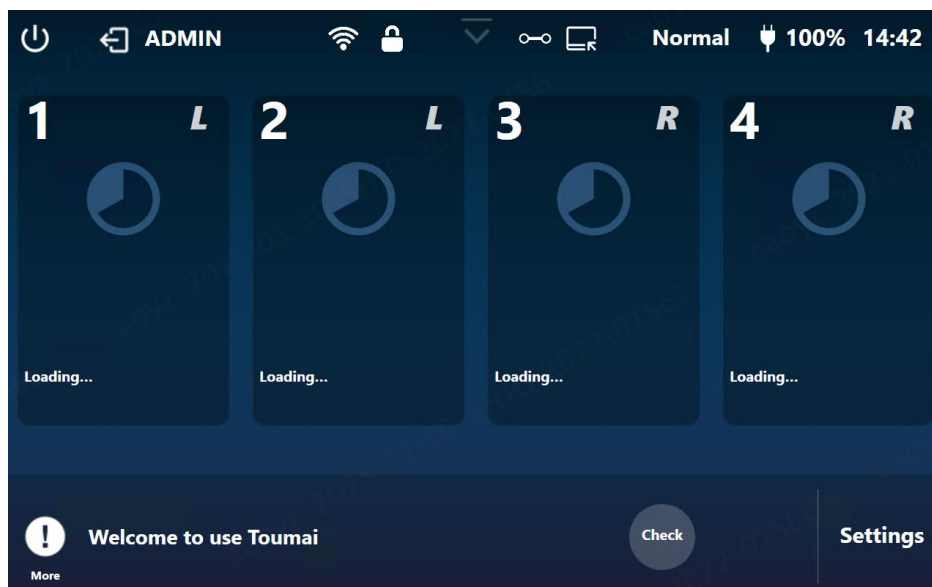

Figura 10.8. Diagrama esquemático da interface interativa
a) Clique no botão "*Setting*" na interface interativa para entrar na página de configuração, conforme mostrado na Figura 10.8.